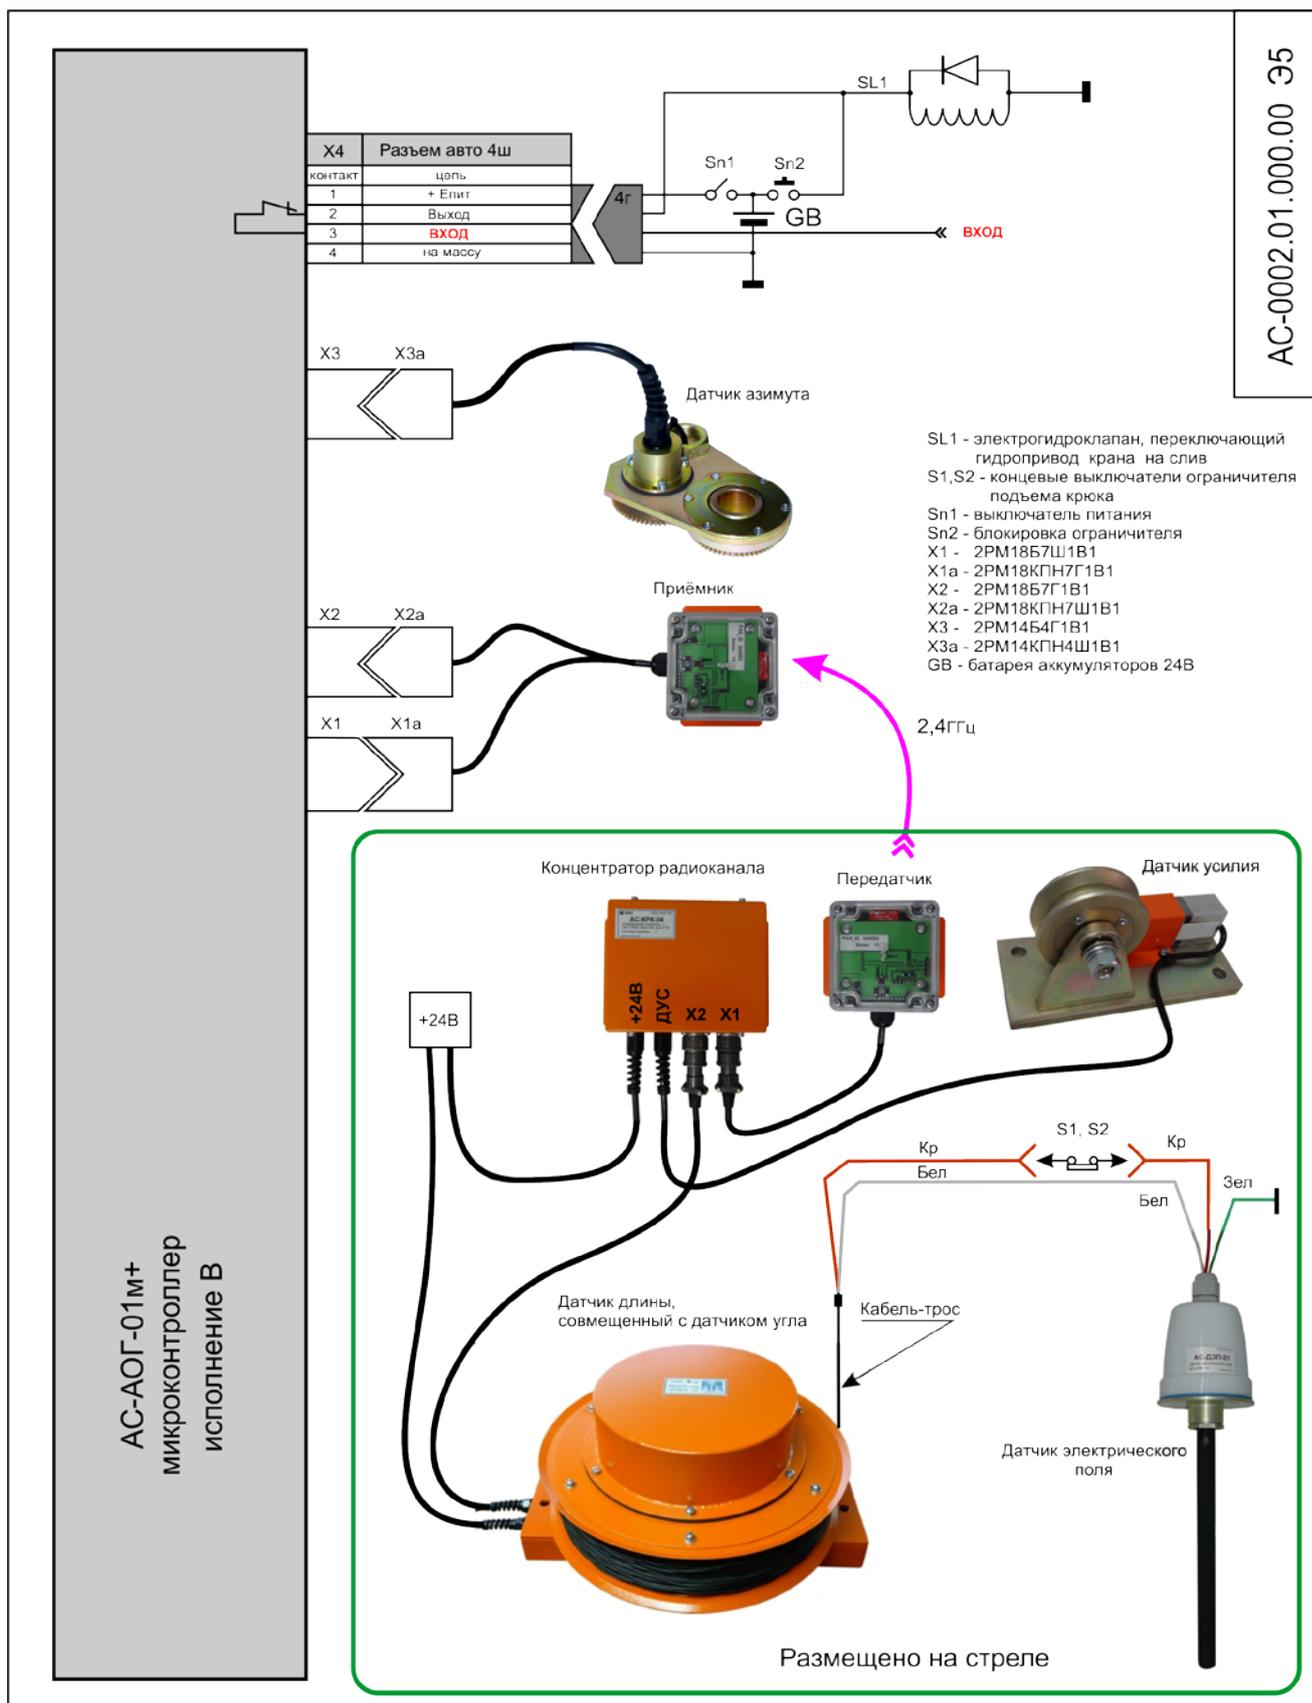

Рис.3
6.1. Описание работы проводится по схеме подключения рис.3.
Подсоединение АОГ к электрооборудованию крана должно быть произведено в соответствии со схемой подключения рис.3, а именно к разъему X4 расположенному на тыльной стороне блока АОГ (рис.2), на задней стенке.
В обычной практике применения крана достаточно использовать подключение по схеме Рис.3.